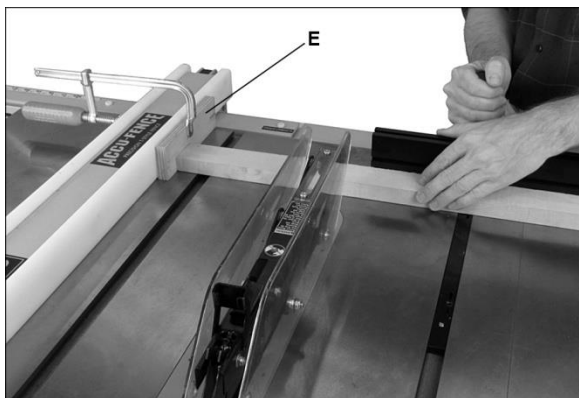

Рисунок 9-8
- ❑ Не используйте угловой и параллельный упор в одной и той же операции, если только не предусмотрено использование вспомогательной доски на упоре так, чтобы позволить отрезной части заготовки высвободиться до начала фактического распила (см. Рисунок 9-8).
Поперечное пиление никогда не должно производиться на весу, а продольный упор нельзя использовать в качестве ограничителя, если только вспомогательный блок (Е, Рисунок 9-8) не зажат в передней части зоны диска, так что отрезанный кусок выйдет за пределы блока до начала выполнения основного пропила.